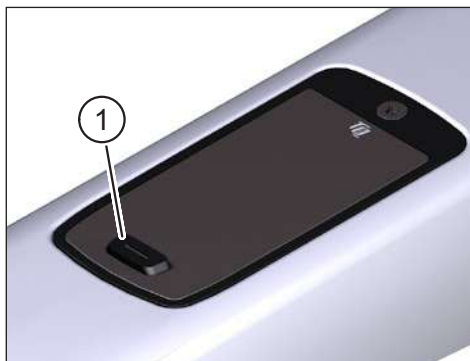
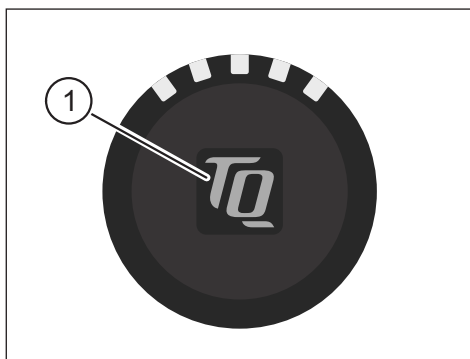
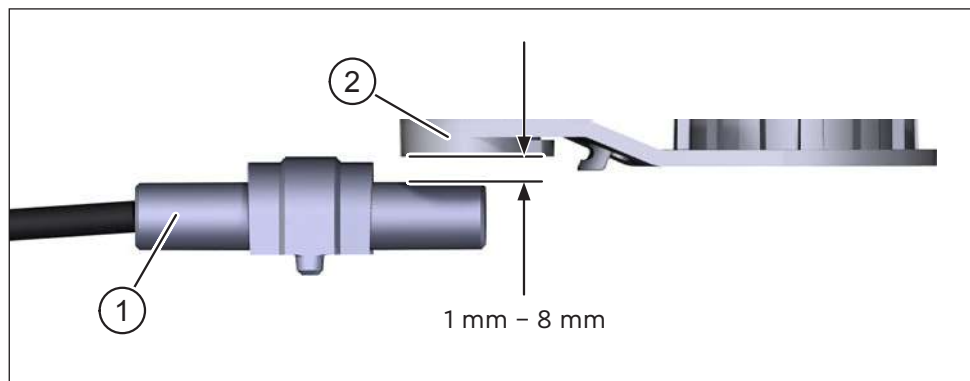

Abb. 1: Center Display
Abb. 2: Bar End Display
Abb. 3: Montage – Abstand zwischen Geschwindigkeitssensor V01 und Magnet
- ▶ Einschalten der Drive Unit durch **kurzes** Drücken der Taste auf dem Center Display (Pos. 1 in Abb. 1) oder Bar End Display (Pos. 1 in Abb. 2.).
- ▶ Ausschalten der Drive Unit durch **langes** Drücken der Taste auf dem Center Display (Pos. 1 in Abb. 1) oder Bar End Display (Pos. 1 in Abb. 2.).
Die Geschwindigkeit des E-Bikes wird mit Hilfe eines Magneten (Pos. 2 in Abb. 3) gemessen, der Impulse am Speedsensor (Pos. 1 in Abb. 3) auslöst. Der Speedsensor und der Magnet werden beim Hersteller mit einem Abstand zwischen 1 mm und 8 mm (siehe Abb. 1) im Bereich des Hinterrades montiert.